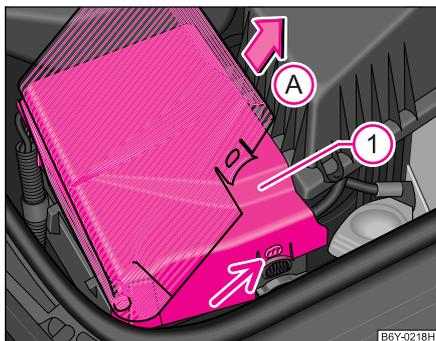

Abb. 142 Motorraum:
- Ziehen Sie die Rastnasen an den Seiten der Batterieabdeckung ① ab, klappen Sie die Batterieabdeckung in Stellung ca. 45° auf und nehmen die Batterieabdeckung in Pfeilrichtung ② heraus ⇒ Abb. 142.